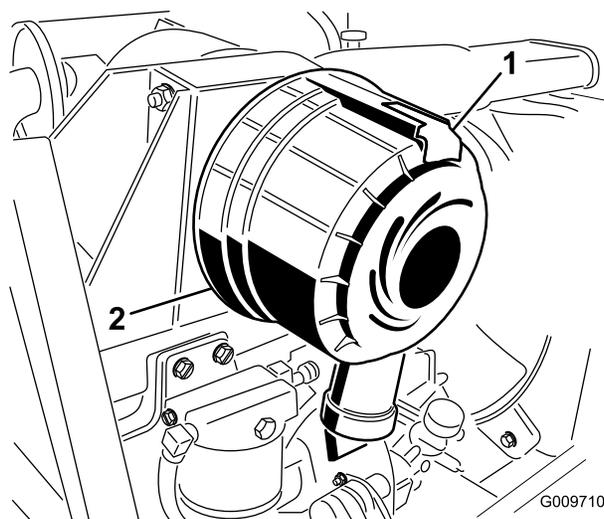

Рисунок 55
1. Оттяните защелку наружу и поверните крышку воздухоочистителя против часовой стрелки (Рисунок 55).